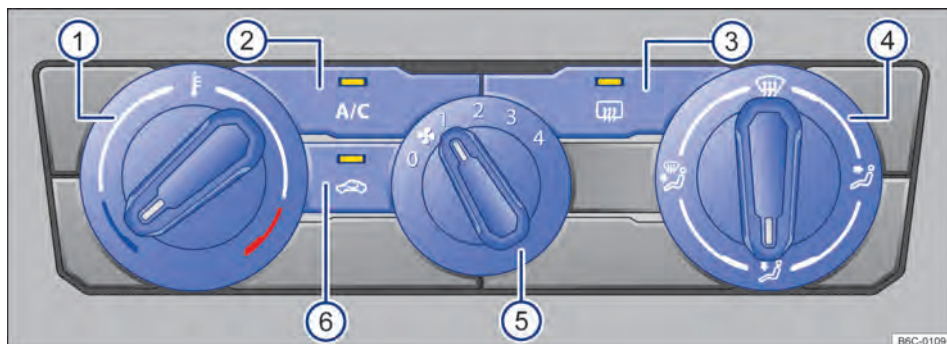

Fig. 81 Comandos do ar-condicionado.
- *Ar-condicionado*: girar o regulador do ventilador para o nível 0 → Fig. 81 (5).
- *Ar-condicionado*: pressionar o botão **A/C** → Fig. 81 (2) para ligar e desligar o funcionamento da refrigeração.
- *Ar-condicionado*: girar o regulador rotativo esquerdo → Fig. 81 (1).
- *Ar-condicionado*: girar o regulador do ventilador → Fig. 81 ⑤.
- *Ar-condicionado*: pressionar o botão  → Fig. 81 ⑥.
- *Ar-condicionado*: girar o regulador da direita → Fig. 81 ④ para posição desejada.
- *Ar-condicionado*: girar o regulador direito para a posição  → Fig. 81 ④.
- *Ar-condicionado*: pressionar o botão  → Fig. 81 ③.